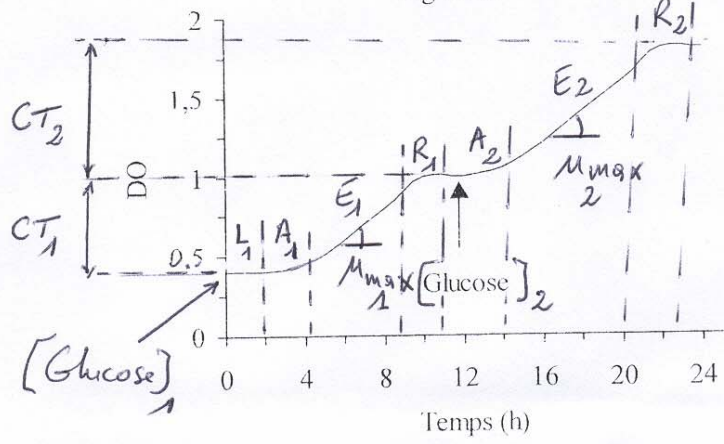

Figure 5b
2) Addition du lactose (figure 5b) :